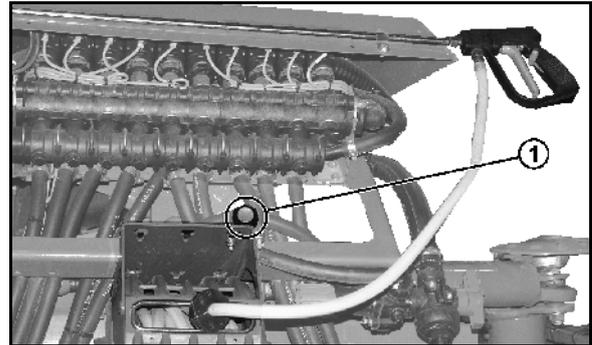

Fig. 118
- ermöglicht bei eingeschaltetem Druck-Umlauf-System einen ständigen Flüssigkeits-Umlauf in der Spritzleitung. Hierzu ist jeder Teilbreite ein Spülanschluss-Schlauch (Fig. 118/1) zugeordnet.
- ein Spülanschluss-Schlauch (Fig. 118/1) pro Teilbreite.